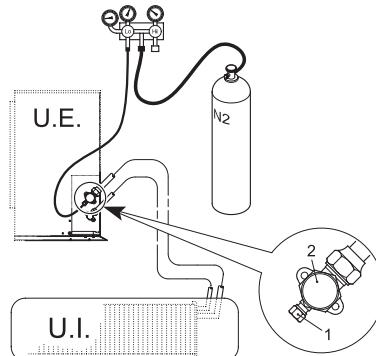

fig. 21 -
- Cu supapele de serviciu ale unității externe complet închise, scoateți după prizei de serviciu (1-*"fig. 21 -"*) și duza (2-*"fig. 21 -"*) supapei de gaz (cea mai mare).